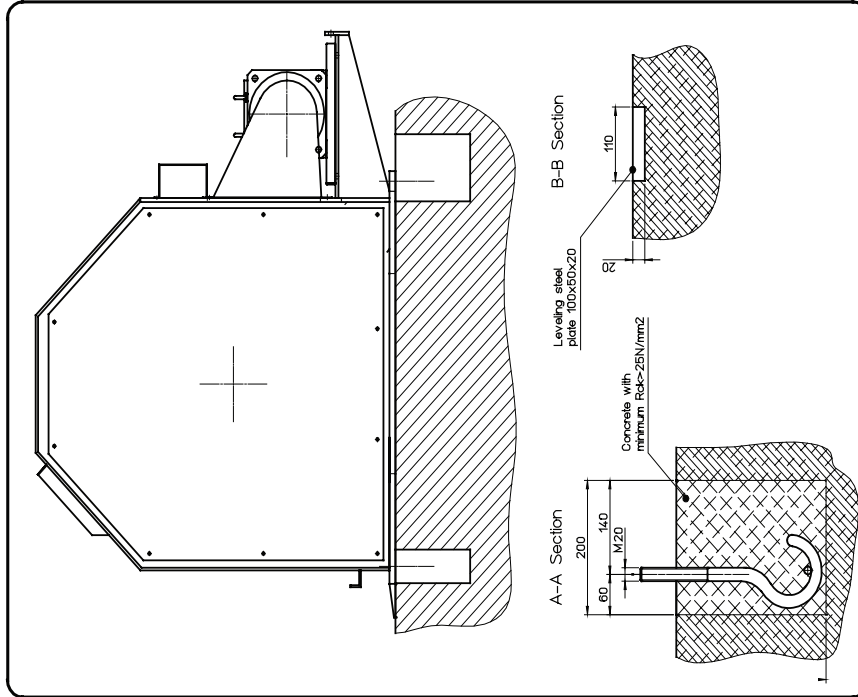
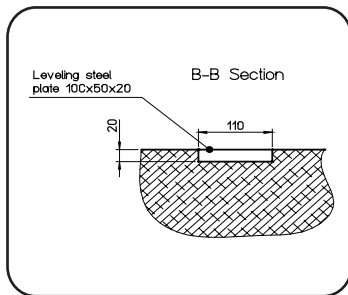
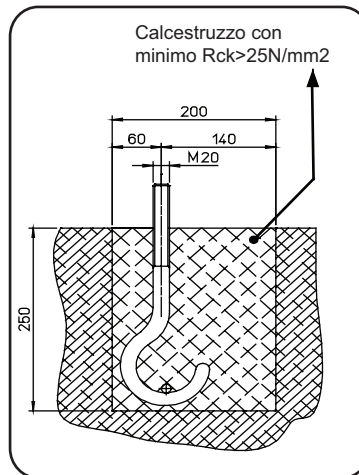
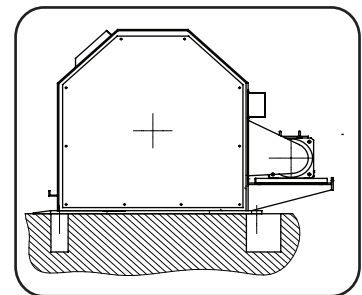

Fig. 4 Prima della modifica
Fig. 5 Modifica n. 01
Fig. 6 Modifica n. 02
Fig. 7 Modifica n. 03
Fare riferimento alla **Fig. 4**, alla **Fig. 5**, alla **Fig. 6** e alla **Fig. 7**.
- 2) *Esempio 2: fare riferimento alla **Fig. 5** e alla **Fig. 6**.*
- 4) *Esempio 4: il pulsante (**1 - Fig. 7**).*